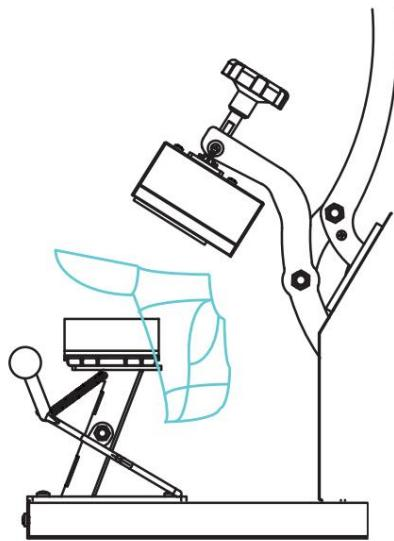

Figuur 5
4. Trek, zoals weergegeven in figuur 5 en 6, aan de "dopspannerhendel" in de richting van de pijl om de dopspanner op te tillen. Plaats de te verwerken dop op de mal, laat de "dopspannerhendel" los, de dop wordt platgedrukt, zoals weergegeven in figuur 7.